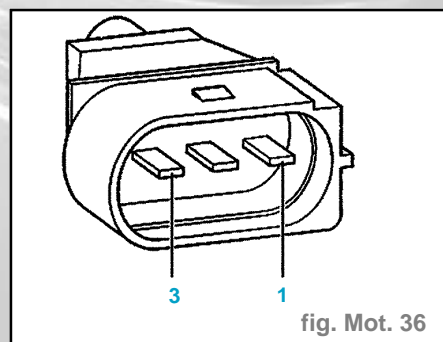

fig. Mot. 36
- Brancher le multimètre sur les contacts **2** et **3** de la fiche du transmetteur de régime-moteur (fig. Mot. 36). Valeur assignée : **730 à 1000**.